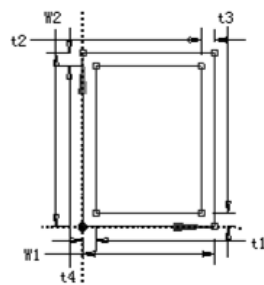

图 7.3.4 定义横截面参数
(1) 定义横梁截面属性。选择 **Concept** → **Cross Section** → **Rectangular Tube** 命令，弹出“Details View”对话框，在对话框中修改截面尺寸值，其中 $W1=60$ ， $W2=100$ ， $t1=10$ ， $t2=10$ ， $t3=10$ ， $t4=10$ 。结果如图 7.3.4 所示。